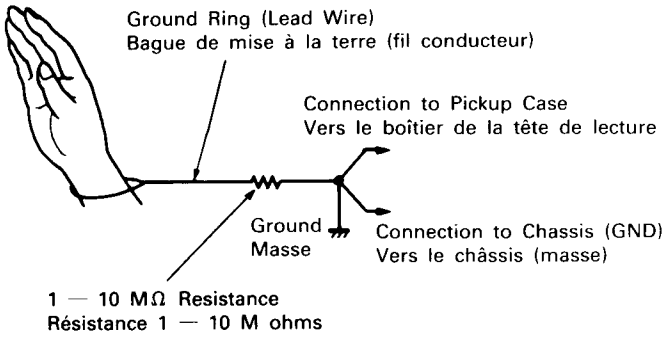

Fig. 11
**(2) Handling of the Unit Mechanism Assembly (Fig. 11)**
When handling the Pickup Mechanism Assembly and the Unit Mechanism Assembly use a Ground Ring of the kind pictured in Fig. 11.
### (2) Maniement de l'ensemble du mécanisme de l'unité (Fig. 11)
Lors du maniement de l'ensemble du mécanisme de la tête de lecture et de l'ensemble du mécanisme de l'unité, utiliser une bague de mise à la terre du type de celui illustré sur la Fig. 11.